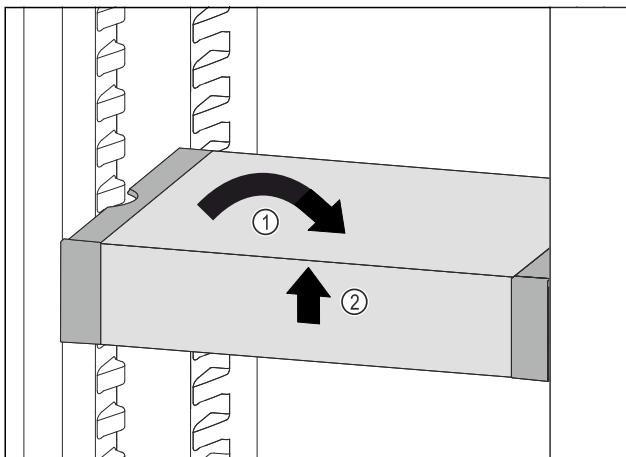

Fig. 164
- VarioSafe gerade stellen. Fig. 164 (1)
- VarioSafe vorne anheben. Fig. 164 (2)